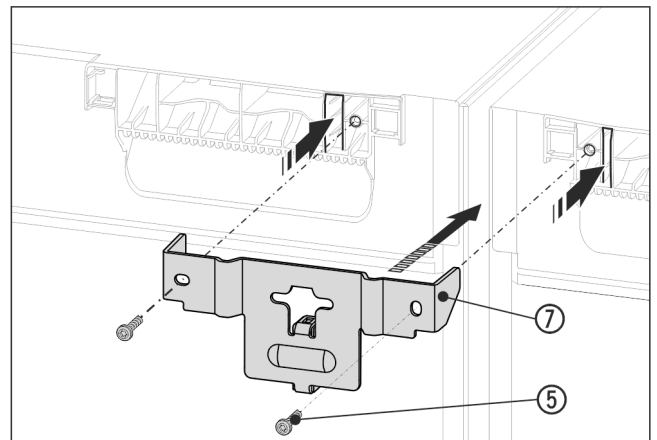

Fig. 15 Représentation à titre d'exemple
- Pousser l'équerre Fig. 15 (7) avec l'entretoise entre les appareils avec les languettes dans le plafond de l'appareil. Serrer fermement avec 2 vis Fig. 15 (5).